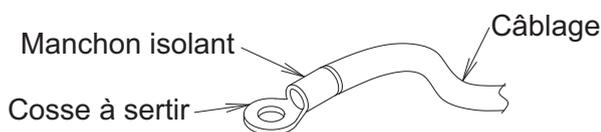

Fig. 37
- Pour le raccordement au bornier pour les câbles de transmission intérieurs et extérieurs, utilisez des cosses à sertir avec un manchon isolant ou isolez le câblage. **(Reportez-vous à la Fig. 37)**